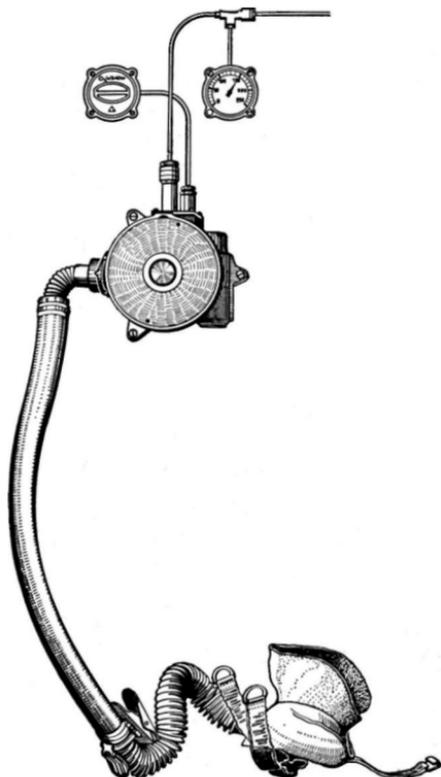

Abb. 126. Autom. Membranlung
2. Membranlung 10—38 (Abb. 126).